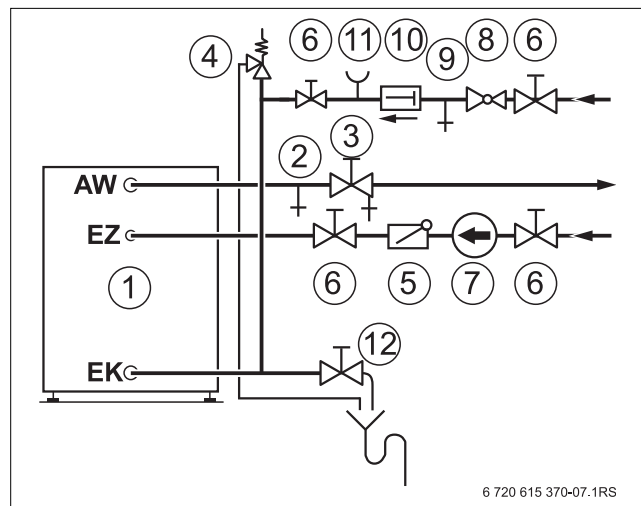

Fig. 7 Instalación (esquema de principio)
- ▶ Cerrar la válvula de corte para la entrada del agua fría EK (→ fig. 7, [6], pág. 6).
- ▶ Vaciado completamente el acumulador de agua caliente a través de la llave de vaciado (→ fig. 7, [12], pág. 6) - incluso hasta su parte más inferior.